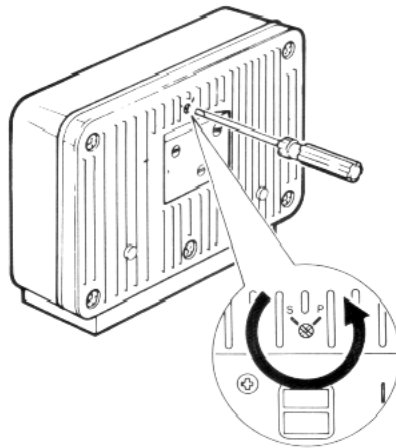

Fig. 17
- Introduire le petit tournevis plastique fourni avec l'appareil et tourner le commutateur dans le sens inverse des aiguilles d'une montre jusqu'à la butée (Fig. 17).